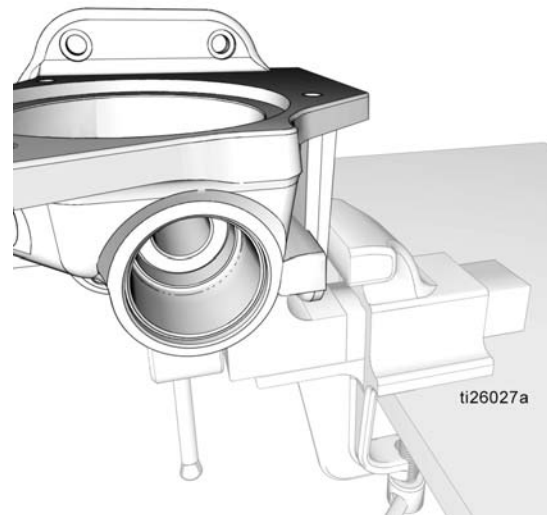

图 39
4. 将泵底座 (1) 重新放置在老虎钳上，如图 39 所示。